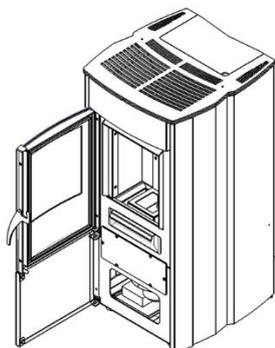

Figure 6
- Ouvrir la porte du poêle (Fig 6)